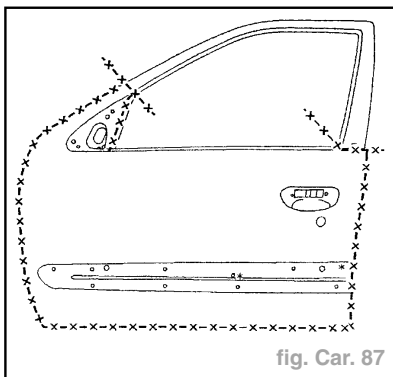

fig. Car. 87
- Dégraffer les points à l'aide d'une fraise de  $\varnothing = 8 \text{ mm}$  (fig. Car. 87).
- Souder par points électriques (fig. Car. 87).
- Souder par cordon MAG (fig. Car. 87).